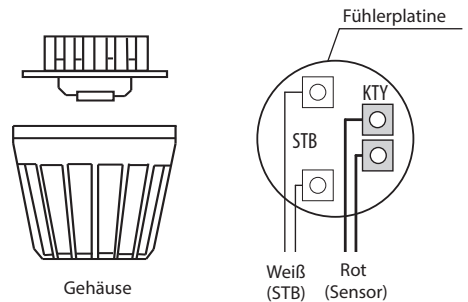

Abb. 10
- Führen Sie die Fühlerkabel durch das gebohrte Loch und schließen Sie die Fühlerleitung gemäß Abb. 10 an.
- Die Leitungen für den Begrenzer (weiß) und den Temperaturfühler (rot) gemäß Abb. 10 an der Fühlerplatine ankleben: Die Fühlerplatine anschließend in das Gehäuse einrasten.